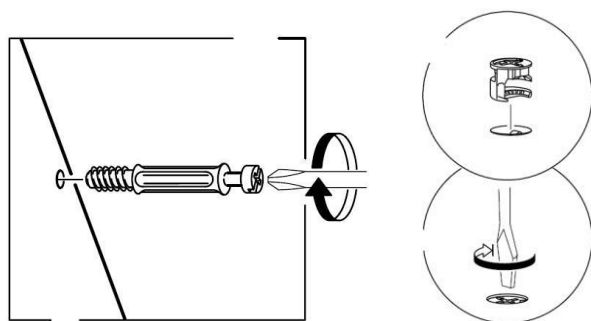

Рис. 1
1. В горизонтальные щиты (20), (19), боковые стенки (17), (18) в имеющиеся отверстия установить эксцентрики таким образом, чтобы стрелка была повернута в сторону отверстия в торце.
В установленные муфты эксцентриковых стяжек на боковых стенках (17), (18), крышке (16) ввернуть дюбели DU 644, в соседние отверстия установить шканты (рис.1).
2. Установить монтажные планки петель на боковые стенки (17), (18) с помощью комплектных винтов.